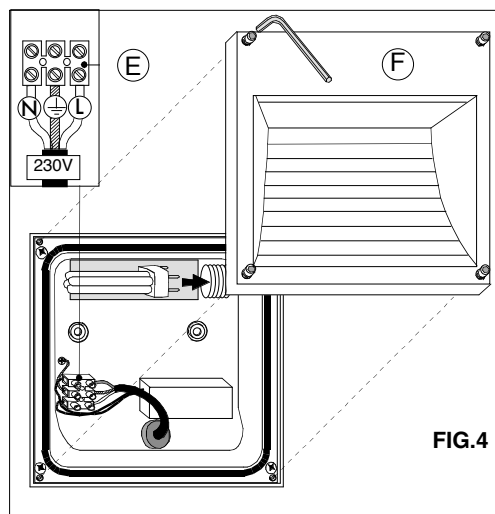

FIG.4
- Collegare il cavo di rete al morsetto E rispettando lo schema illustrato.(FIG.4)
- Inserire la lampadina e bloccare il coperchio F con le apposite viti.(FIG.4)
- Connect the feed cable to the clamp E respecting the scheme.(FIG.4)
- Insert the lamp and block the cover F with the screws.(FIG.4)
- Connecter le cable d'alimentation au borne E suivant le schéma.(FIG.4)
- Insérer la lampe et bloquer le couvercle F avec les vis.(FIG.4)
- Das Speisekabel mit der Klemme E gemäss dem Schema verbinden.(FIG.4)
- Die Lampe einsetzen und den Deckel F mit den Schrauben festmachen.(FIG.4)